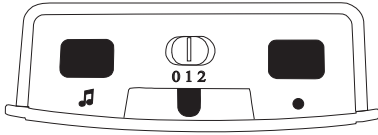

Abbildung 2: »signolux« Oberseite
Mit Hilfe des Signalwahl-Schiebeschalters (in Abb.2 „0 1 2“) können Sie die Art der Signalisierung wählen.
- Halten Sie die Taste »•« (Abb. 2) lange gedrückt. Die Symbole leuchten nacheinander auf. Lassen Sie die Taste los, sobald das gewünschte Symbol aufleuchtet.